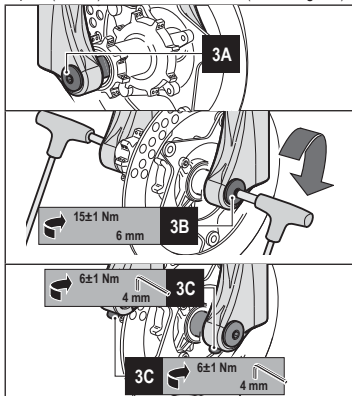

Figure 3 - Installation de la roue sur les fourches ø32 avec axe passant ø20 mm
- Alignez le centre de la roue avec les deux axes de la roue (voir 3A - Figure 3).
- Introduisez l'axe à travers le bas de fourche droit, la roue et le bas de fourche gauche (voir 3A - Figure 3).
- Serrez l'axe au couple prévu (15 ± 1 Nm) en agissant sur le bouchon correspondant (voir 3B - Figure 3) avec une clé Allen de 6 mm.
- Serrez les vis situées sur les deux dispositifs de blocage au couple prévu (6 ± 1 Nm) avec une clé Allen de 4 mm (voir 3C - Figure 3).